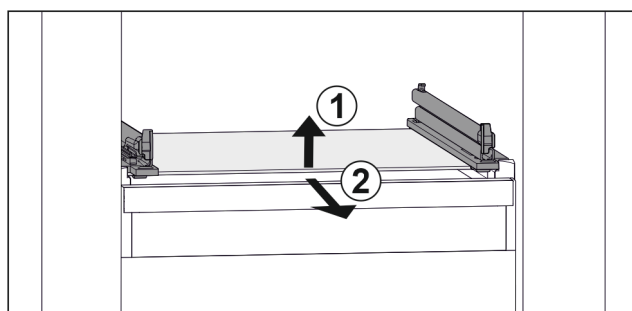

Fig. 26 Príklad zobrazenia sklenenej dosky
- ▶ Nadvihnite sklenenú dosku vpredu. Fig. 26 (1)
- ▶ Odoberte sklenenú dosku dopredu. Fig. 26 (2)